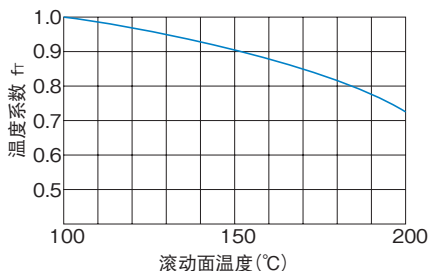

图3 温度系数 ( $f_T$ )
- $f_T$  : 温度系数 (参照图5-6图3)
如果ST型的使用环境温度超过100°C时, 就要考虑高温的不良影响, 应将基本额定载荷乘以图3中表示的温度系数。